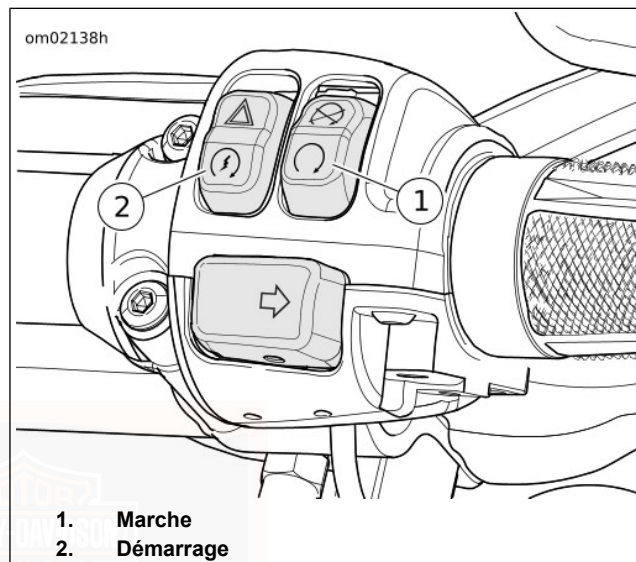

Figure 29. Commutateurs de commande sur la droite du guidon
1. Voir Figure 29. En présence d'un porte-clés du système de sécurité attribué, mettre le commutateur MARCHE/ARRÊT (1) en position MARCHE. Ne pas pomper la commande des gaz.